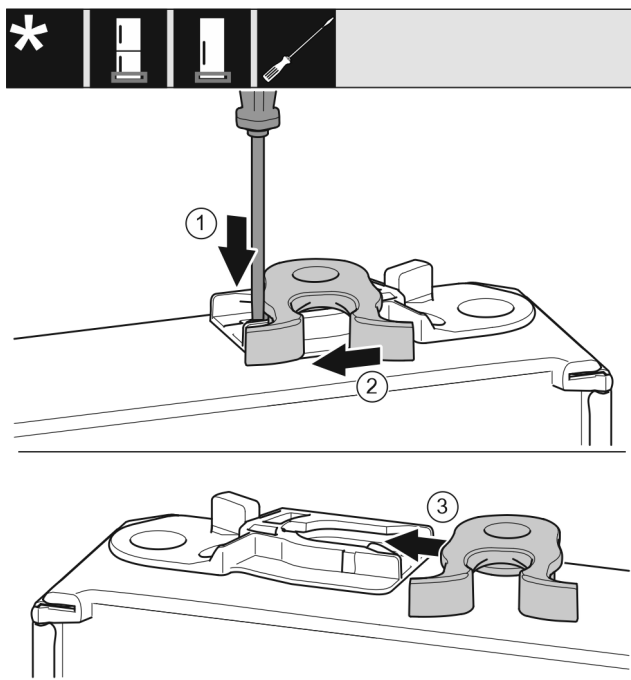

Fig. 18
- ▶ Plochým šroubovákem přitlačte lamelu Fig. 18 (1) dolů.
- ▶ Vytáhněte petlici Fig. 18 (2) z vedení.
- ▶ Petlici Fig. 18 (3) zasuňte do vedení na druhé straně.